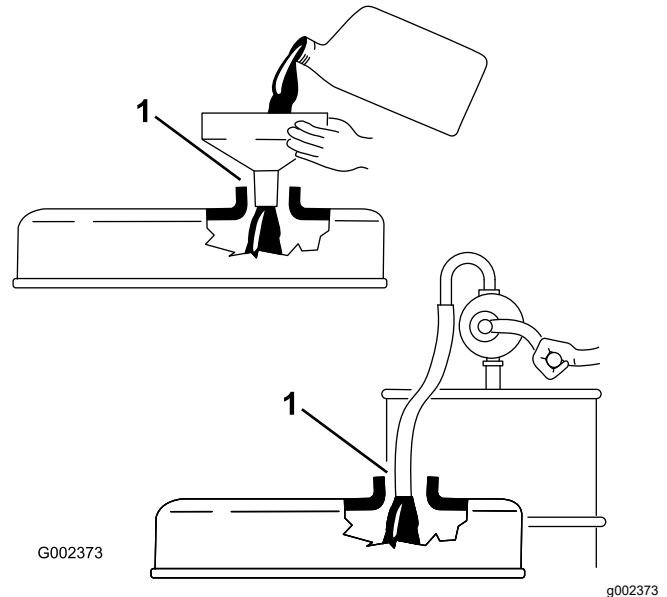

Figura 36
**Importante:** Al añadir aceite de motor, debe haber holgura entre el dispositivo de llenado de aceite y el orificio de llenado (en la tapa de las válvulas) según se muestra en Figura 36. Esta holgura es necesaria para permitir la ventilación durante el llenado, lo cual evita que el aceite se derrame sobre el respiradero.